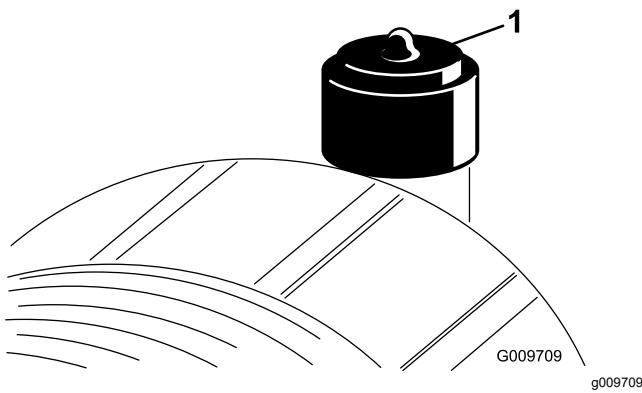

Figura 91
2. Se la spia (Figura 91) è rossa, resettatela.